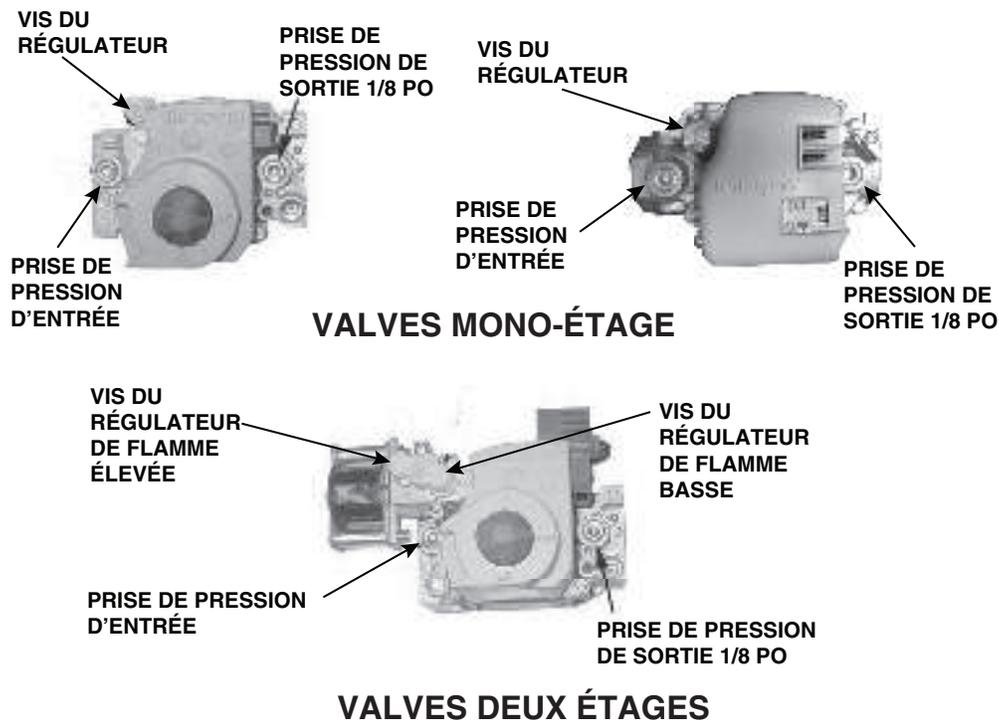

Figure 2. Vannes à gaz
- c. Branchez le manomètre dans la prise de pression de sortie 1/8 pouce de la valve (voir Figure 2).
- (1) Tournez le bouton ou l'interrupteur situé sur le dessus de la vanne sur ON.
- (2) Si la pression est hors plage, retirez le capuchon de la vis du régulateur (voir Figure 2) et ajustez la pression conformément au Tableau 5 en tournant la vis du régulateur vers l'INTÉRIEUR (dans le sens des aiguilles d'une montre) pour augmenter la pression ou vers l'EXTÉRIEUR (dans le sens inverse des aiguilles d'une montre) pour diminuer la pression.
- (1) Débranchez le fil de la borne HI sur la vanne à gaz.
- (2) Retirez le capuchon de la vis du régulateur (voir Figure 2) et ajustez la pression conformément au Tableau 5 en tournant la vis du régulateur vers l'INTÉRIEUR (dans le sens des aiguilles d'une montre) pour augmenter la pression ou vers l'EXTÉRIEUR (dans le sens inverse des aiguilles d'une montre) pour diminuer la pression.
- (3) Rebranchez le fil à la borne Hi de la vanne de gaz.